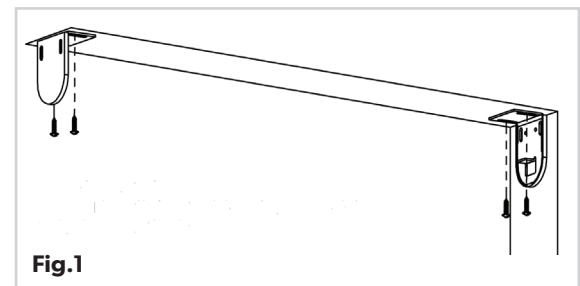

Fig.1
Votre store à enrouleur pour l'extérieur Easy Release™ peut être soit suspendu du dessus d'une surface (par ex. un cadre de la fenêtre, voir Fig.1), soit monté sur le côté de la surface intérieure d'un mur, patio ou véranda (Fig.5). Peu importe comment vous choisissez d'installer le store, les instructions d'installation demeurent les mêmes.
3. Montez les supports de montage au plafond ou au mur à l'aide des vis à bois fournies. (Fig.1)